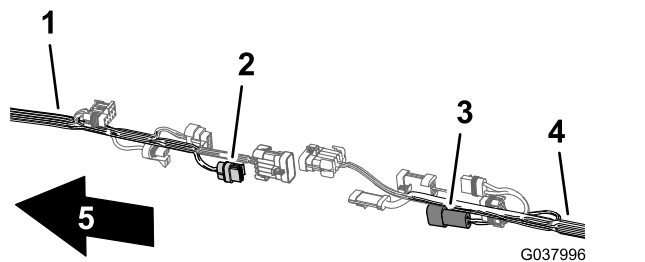

図 109
5. 前方ハーネスのすすぎポンプ用2ピンコネクタを、後方ハーネスのすすぎポンプ用2ソケットコネクタに接続する 図 109。